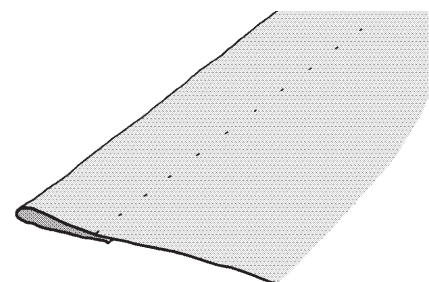

Fig. 3
3. Cuando esté correctamente fijado, coser el pliegue, el borde exterior será cortado por la máquina (ver también la Fig. B). Después de coserlo, abrirlo, las puntadas serían prácticamente invisibles en el lado "derecho o anverso" del material (Fig. 3).